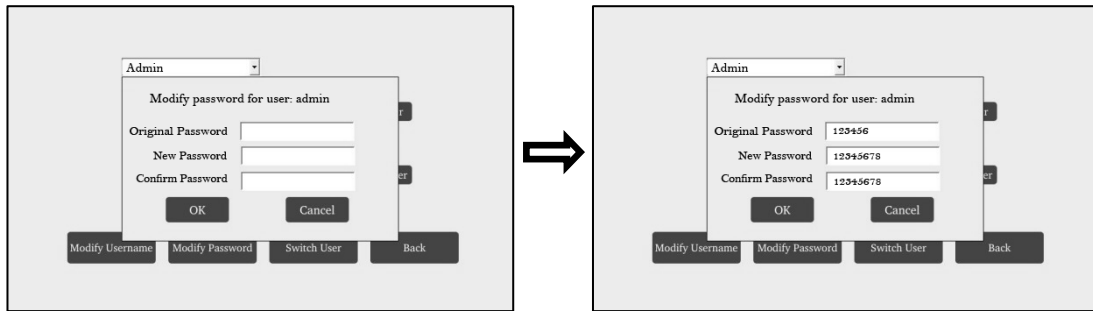

Fig. 25
- Procedimento para alterar a senha do administrador:** Clique no botão suspenso na parte superior da janela e selecione admin -> clique em “**Modificar senha**”, insira a senha original, a nova senha e confirme a senha. Depois, clique em “**OK**”. (Consulte a Fig. 25)